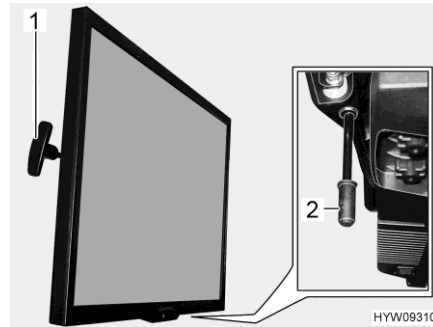

Fig. 69 Pantalla plana
- Tirar y detener el tirador (Fig. 69,1). La pantalla plana está desbloqueada.
- Tirar el tirador (Fig. 69,2) hacia abajo y mantenerlo ahí. La pantalla plana está desbloqueada.